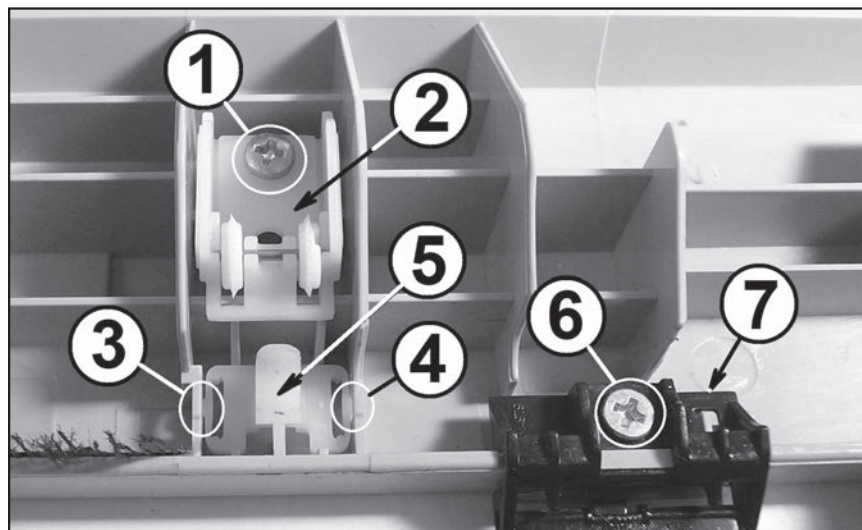

Рис. 32
При необходимости демонтажа блока направляющих роликов откручивают саморез (1 на рис. 32), перемещают корпус (2) блока роликов вверх и снимают его с крышки. Для де-
монтажа промежуточной опоры вала освобождают фиксаторы (3 и 4 на рис. 32), перемещают опору (5) вверх и снимают ее. Для снятия прижима бумаги откручивают саморез (6 на рис. 32) и перемещают прижим (7) вверх.